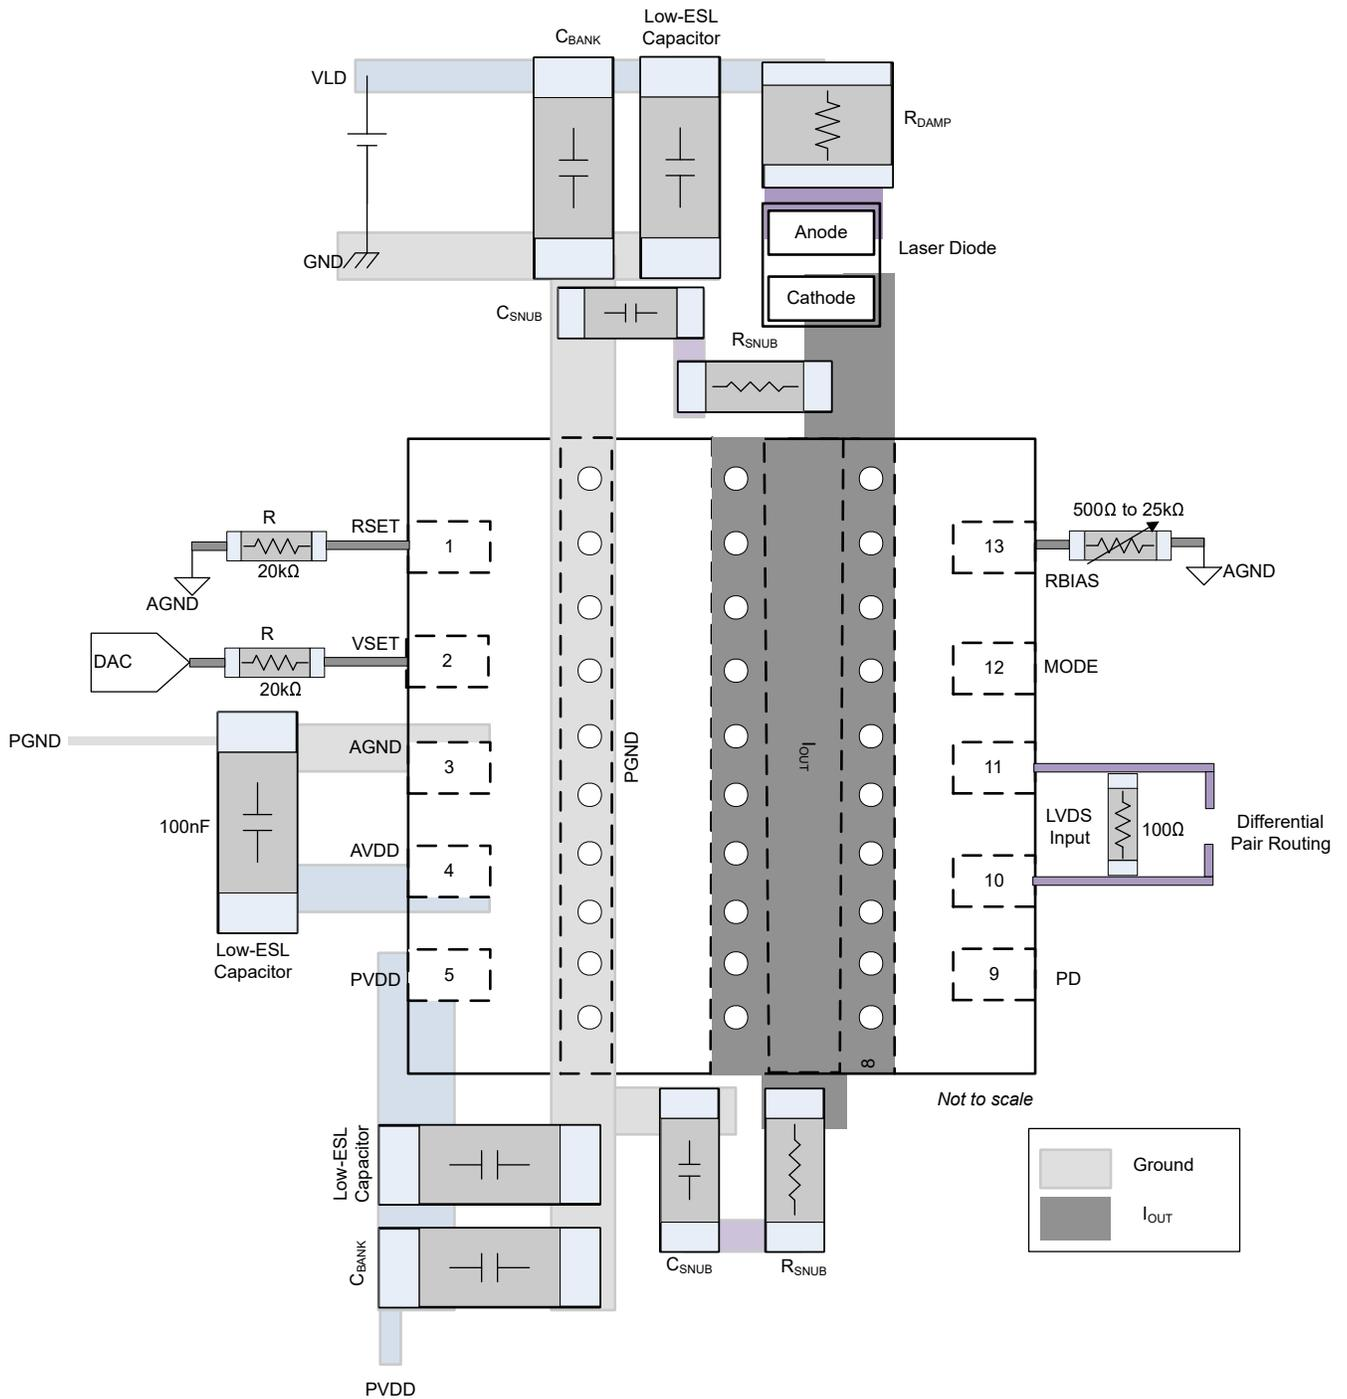
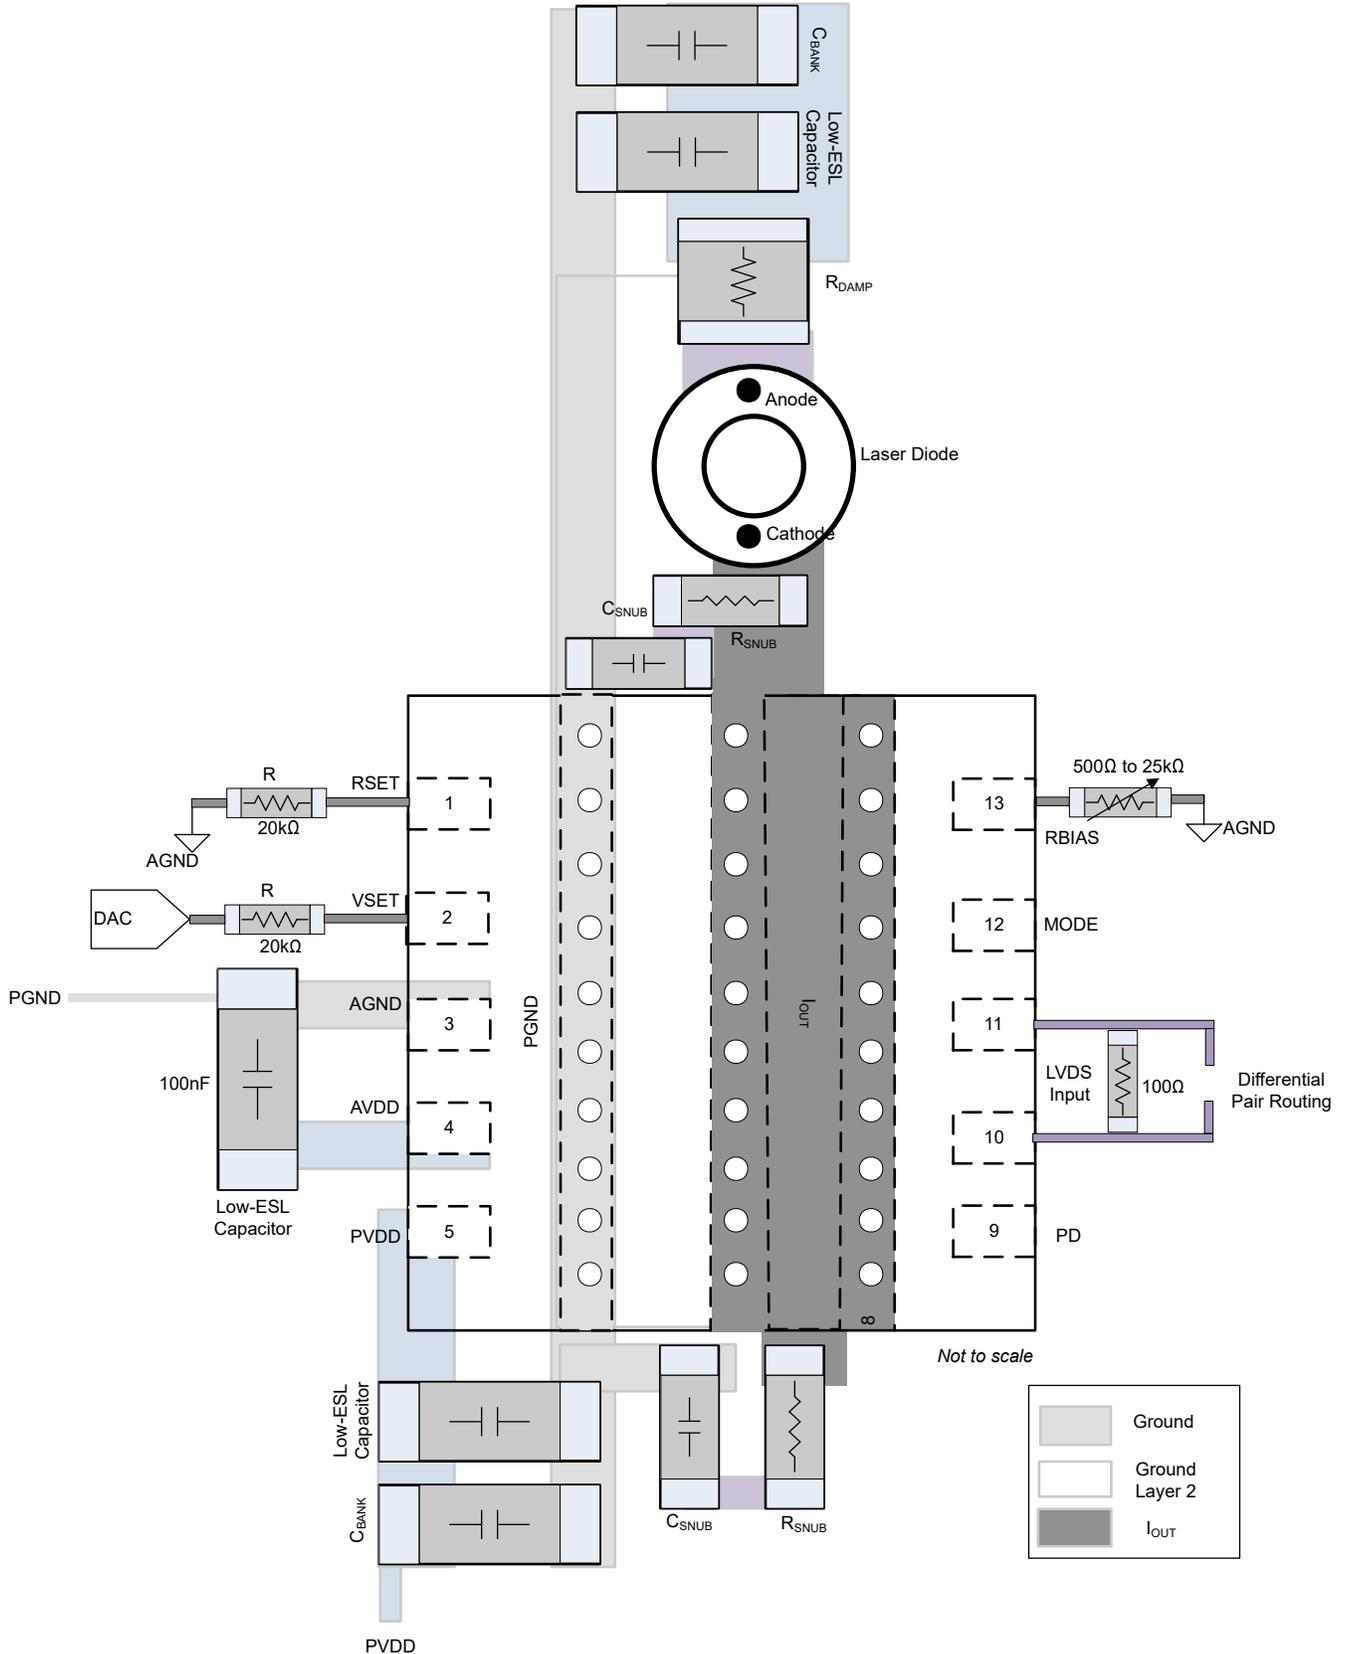

图 7-6. 布局示例 - SMD 封装
图 7-7. 布局示例 - TO220 封装
对  $R_{SNUB}$  进行微调，从而在上升时间和过冲之间实现正确的平衡。在 IOUT 两侧添加缓冲器 (请参阅图 7-6 和图 7-7)，使缓冲器最有效。
- 在无法最小化环路的情况下，将 VLD CBANK 的 *to* 和 *return* 部分的线路布置到彼此之上。此布线通过使用 PCB 的顶层和第二层沿相反方向承载电流来实现。这种布局技术可以减少共源电感（另请参阅图 7-7）。